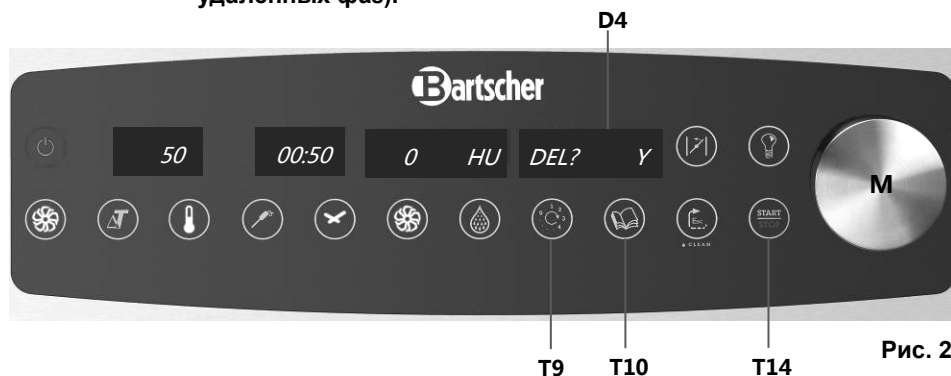

Рис. 20
Для того чтобы сохранить изменения следует нажать и в течение 3 секунд придержать кнопку **T10** (рис. 20). Модифицированная программа будет сохранена вместо предыдущей версии.
3. Нажать и придержать кнопку **T9** (рис. 20)
4. На указателе **D4** (рис. 20) появится сообщение **DEL? N**
5. Повернуть поворотный регулятор **M** (рис. 20), на указателе **D4** (рис. 20) появится **DEL? Y**. Подтвердить операцию, нажимая поворотный регулятор **M**.
Для того чтобы **удалить часть программы приготовления**, следует выбрать фазу приготовления, которая должна быть удалена и нажать кнопку **T9** (рис. 20). Далее следует действовать согласно инструкциям, описанным выше в п. 4 и 5.